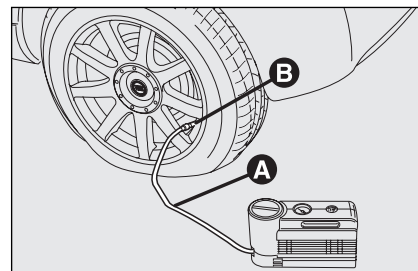

fig. 3
- **Azionare il freno a mano.** Svitare il cappuccio dalla valvola del pneumatico, estrarre il tubo flessibile di riempimento **A**-fig. 3 ed avvitare la ghiera **B** sulla valvola del pneumatico;